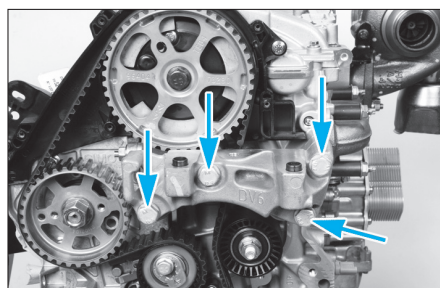

Fig. 11
- le support moteur intermédiaire (Fig.11),